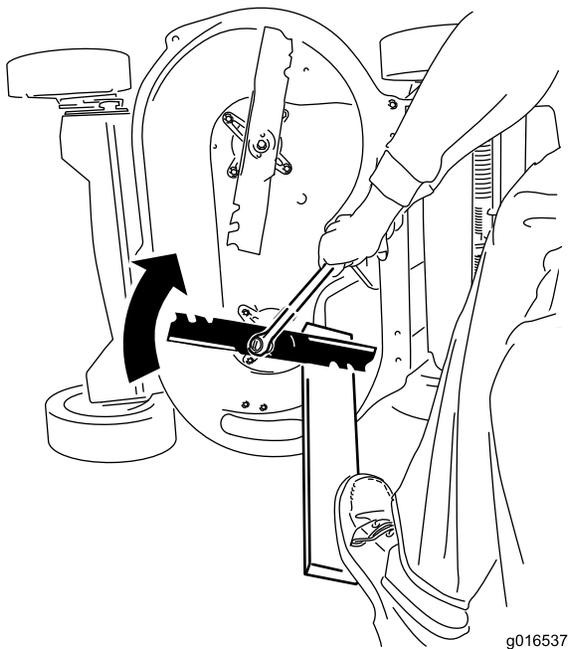

Figura 34
2. Apoye cada cuchilla en un trozo de madera, y gire el perno de la cuchilla en el sentido de las agujas del reloj con una llave dinamométrica, según se muestra en Figura 34; apriete el perno de cada cuchilla a 82 Nm (60 pies-libra).